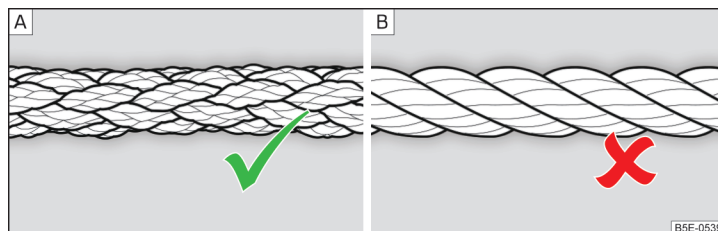

Fig. 117 Cablul de tractare mpletit/cablul de tractare nfășurat
Pentru tractare trebuie utilizat un cablu de tractare mpletit » fig. 117 - [A].
- La tractare nu utilizați cablu de tractare nfășurat » fig. 117 - B, crligul de tractare s-ar putea desface la autovehicul - există pericol de accident.